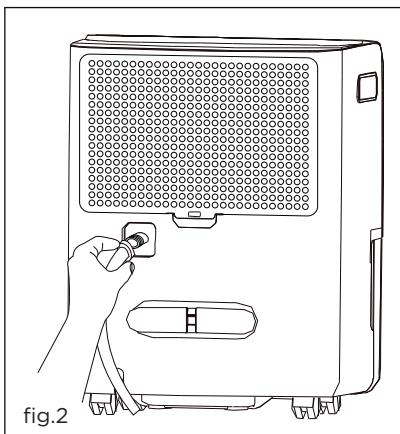

fig.2
c. Insérez l'extrémité filetée femelle du tuyau dans le connecteur de purge de l'unité. (fig. 2)